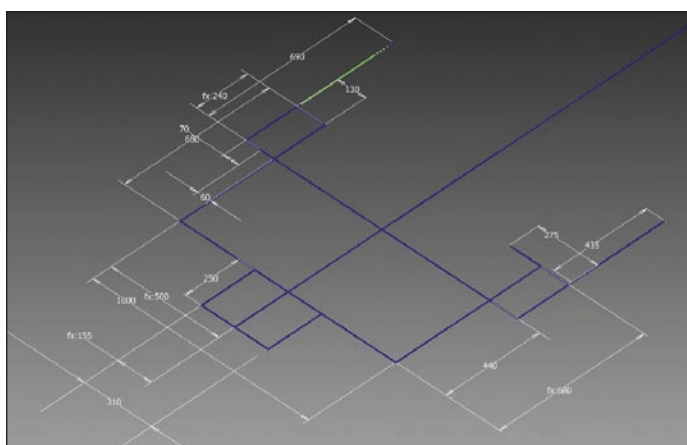

Рис. 3. Создание базового эскиза
- создавался и помещался в файл сборки базовый эскиз (рис. 3). Запускался "Генератор рам", где указывался необходимый стандарт (в нашем случае — ГОСТ). Выбирался необходимый профиль;